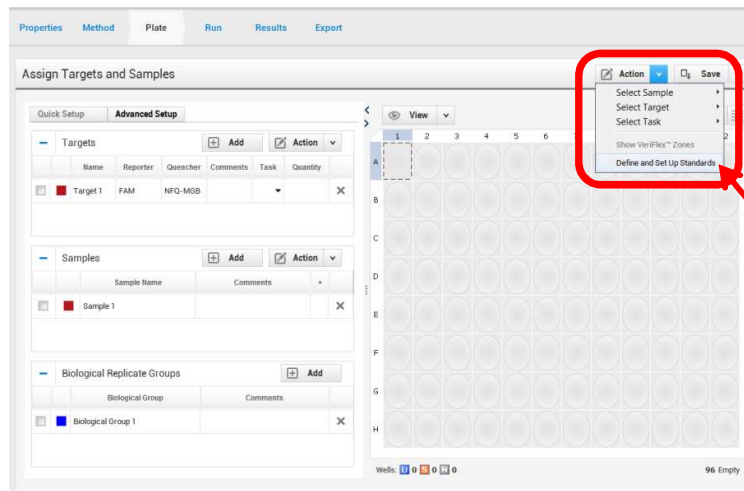

Fig. 5a
1. O modo mais direto de programar uma curva padrão/diluição seriada é clicar em *Actions > Define and Set Up Standards* (Fig. 5a).